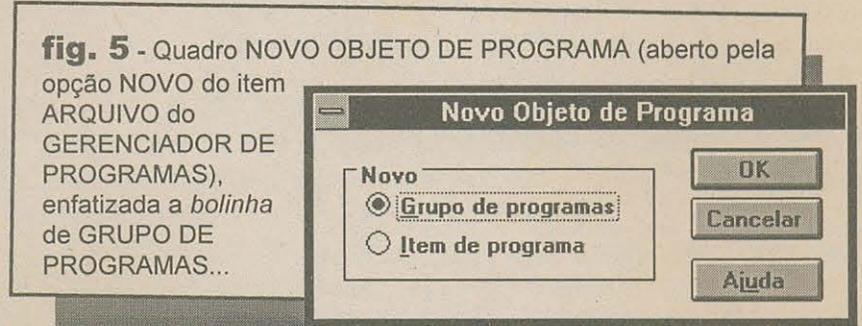

fig. 5 - Quadro NOVO OBJETO DE PROGRAMA (aberto pela opção NOVO do item ARQUIVO do GERENCIADOR DE PROGRAMAS), enfatizada a bolinha de GRUPO DE PROGRAMAS...
- Isso feito, o próximo passo é criar uma JANELA DE GRUPO para o programa, no GERENCIADOR DE PROGRAMAS... Para tanto, basta acionar no menu do topo o item ARQUIVO, depois a opção NOVO... No quadrinho que se abre (NOVO OBJETO DE PROGRAMA), indicar a bolinha na frente de GRUPO DE PROGRAMAS (ver FIG. 5) e dar OK...